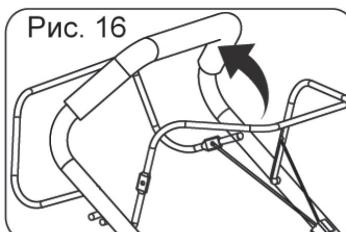

Рис. 16
3. Левой рукой нажмите и удерживайте рычаг останова двигателя (рис. 16).